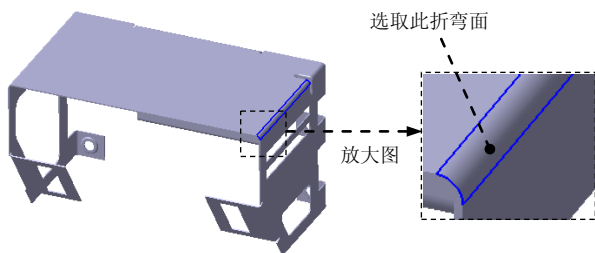

图 8.9.65 定义放置折弯
(4) 定义放置折弯。在系统 **单击沿其放置加固板的折弯。** 的提示下，选取图 8.9.65 所示的模型表面为放置面。